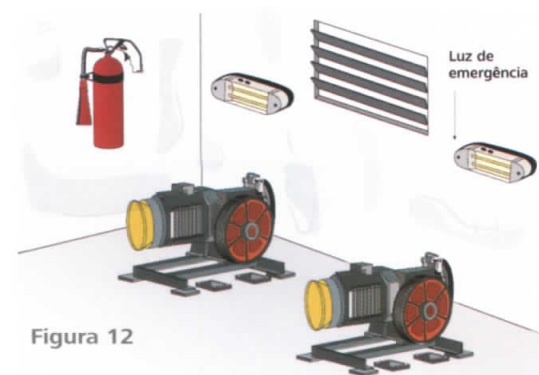

Figura 12
- A luz de emergência deverá ser instalada, independente e automática, com autonomia mínima de 1 hora (NBR-NM 207, item 6.3.6) (Figura 12).